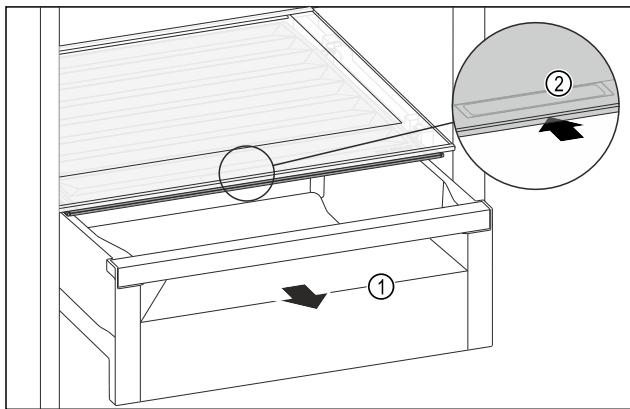

Fig. 124
- Изтеглете чекмеджето Fig. 124 (1).
- Хванете вдълбнатия захват Fig. 124 (2) на капака на отделението и едновременно с това избутайте назад капака на отделението.